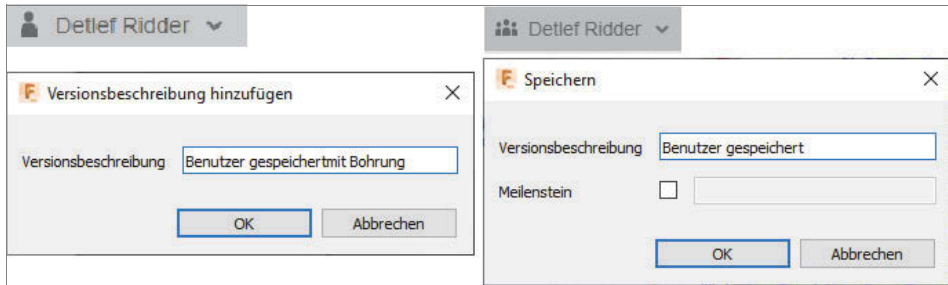

Abb. 1.11: Speichern im EINZELBENUTZER- bzw. TEAM-KONTO
- SPEICHERN **[Strg]** + **[S]** – speichert eine Fusion-Konstruktion oder -Zeichnung in der Cloud. Beim Speichern können Sie eine eigene VERSIONSBEZEICHNUNG angeben. Wenn Sie im TEAM-KONTO speichern, können Sie eine besonders wichtige Version als MEILENSTEIN markieren (Abbildung 1.11).
Die WERKZEUGKÄSTEN enthalten in der Titelleiste schon einige der nützlichsten Werkzeuge zum direkten Aufruf. Die übrigen Werkzeuge müssen dann eben über die Drop-down-Menüs aufgerufen werden. Wenn Sie für Ihre Arbeit weitere Werkzeuge zum bequemen direkten Aufruf brauchen, dann können Sie bei diesen im Drop-down-Menü auf die drei Pünktchen am rechten Rand klicken und die Option AN WERKZEUGKASTEN FIXIEREN wählen (Abbildung 1.11). Dann erscheinen sie in der Titelleiste und können danach auch dort noch mit gedrückter linker Maustaste verschoben werden.